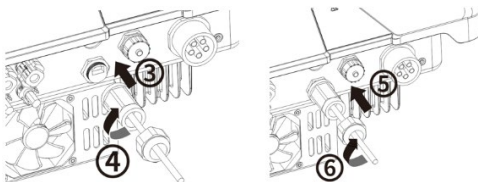

Fig. 20 (vänster): Ansluta nätverkskabel
- 4 Sätt i nätverkskabeln i COM1 eller COM2 (se fig. 20. Beakta sekvensen och pilarnas riktning)
- 5 Dra åt den gängade hylsan och dra sedan åt svivelmuttern i änden (pos. 5 och 6).